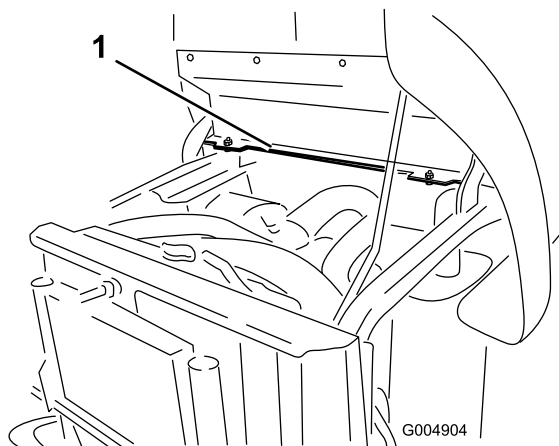

Figure 13
1. Localisez les 2 trous de montage sur le côté gauche du support de cadre arrière (Figure 13).